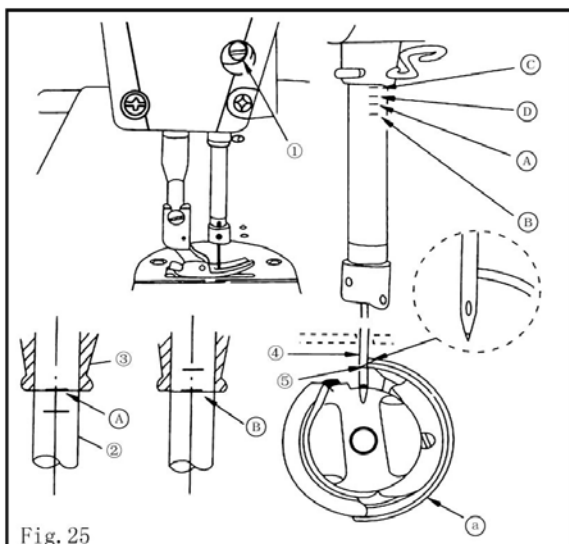

Fig. 25
22. Синхронизация иглы и челнока (Fig.25)